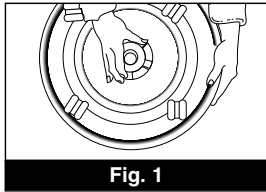

Fig. 1
- Paso 2:** Para abrir, coloque con cuidado el purificador de aire sobre su costado y destornille el mecanismo de bloqueo situado debajo del conjunto de la base. (Fig. 1)